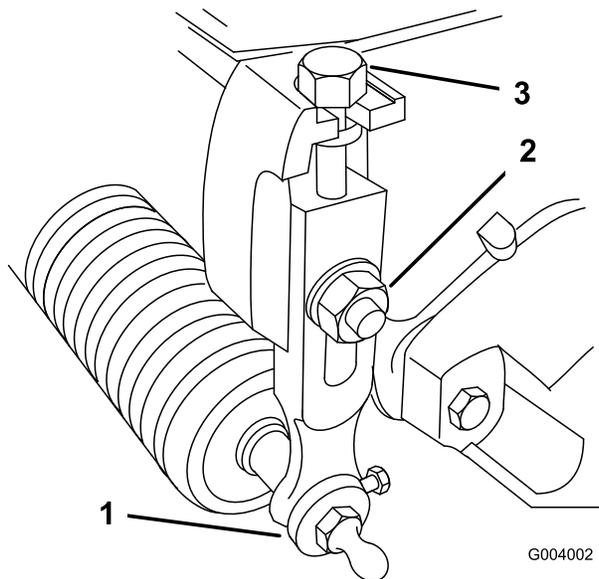

図 60
1. 刈り高アームをカッティングユニットのサイドプレートに固定しているロックナットをゆるめる（図 60）。